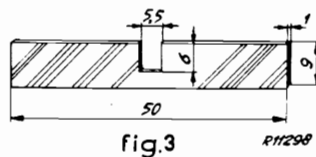

fig.3
3. De metalen aandrijfrol verhitten (b.v. door middel van een kaarsvlam of lucifer), waarna deze van de as geschoven kan worden met een hulpstukje. Dit hulpstukje is eenvoudig zelf te vervaardigen (Zie fig. 3).